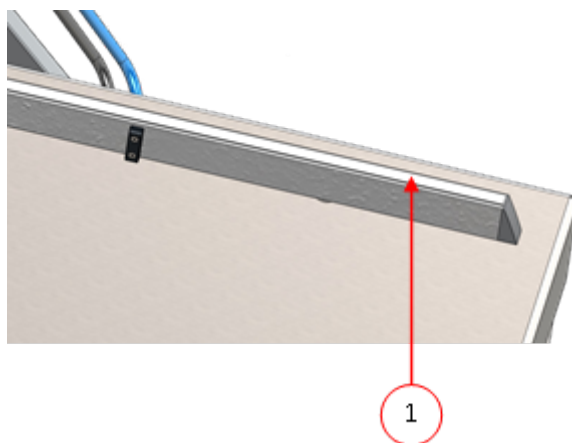

Figura 24: Sustitución de la goma de silicona de los soportes de silicona
1. Tire de la goma de silicona antigua para sacarla del soporte, consulte la *Figura 24: Sustitución de la goma de silicona de los soportes de silicona* en la página 60.